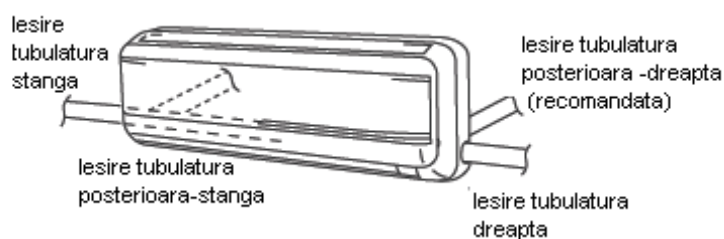

Fig.10. Opțiuni de ieșire a țevilor din unitatea interioară
- Se decide pe care parte a unității interioare se scot tuburile (țevile) de cupru și cablurile electrice (Fig.10)